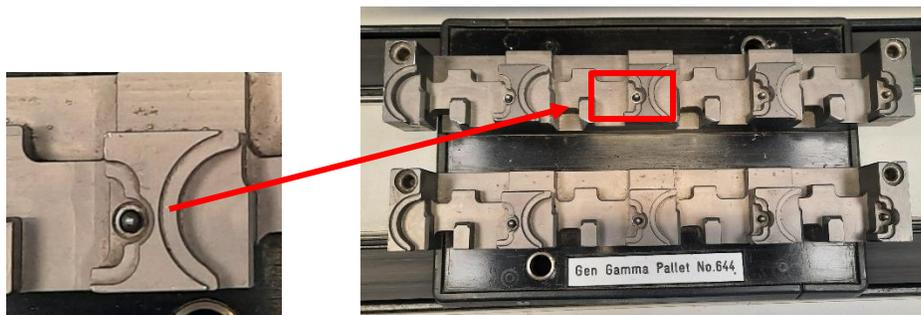

Ilustración 33 Pallet con los shocks absorbers correctos
- ✓ Se revisaron los Shock absorbers de todos los pallets para asegurarnos que están en buenas condiciones (ilustración 33 pallet con los shocks absorbers correctos).